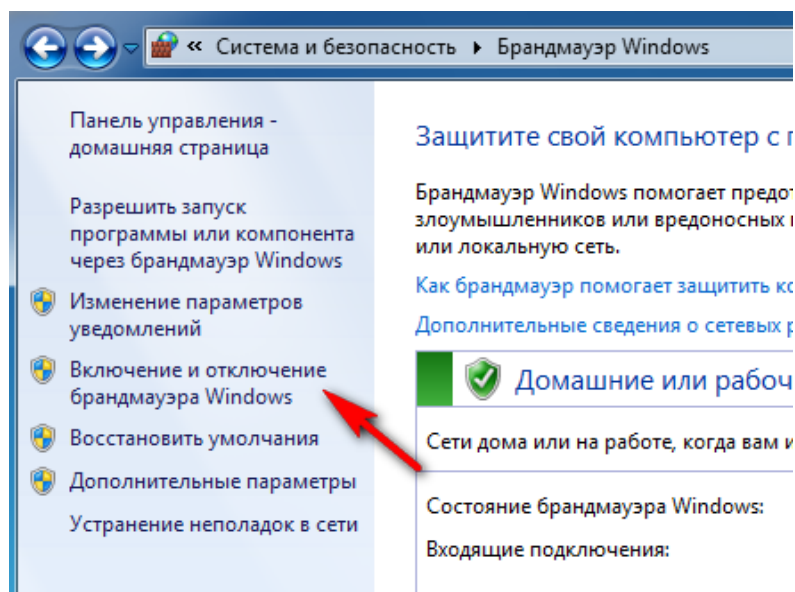

Рисунок 18.
- в правом списке команд выбрать пункт «Включение и отключение брандмауэра Windows» (см. рисунок 18).